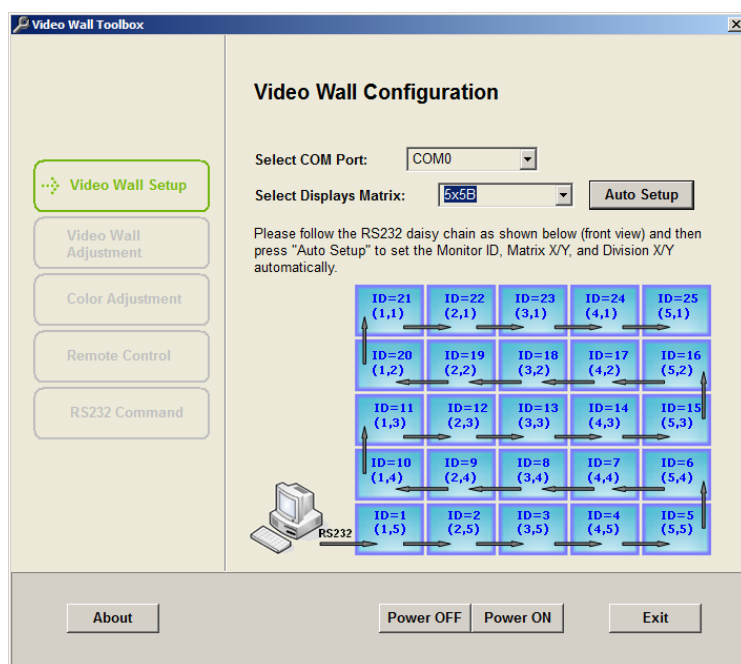

図 6-1. Video Wall Toolbox : Video Wall Configuration 画面
4. Video Wall Toolbox ソフトウェアを起動すると、図 6-1 のような Video Wall Configuration 画面が表示されます。